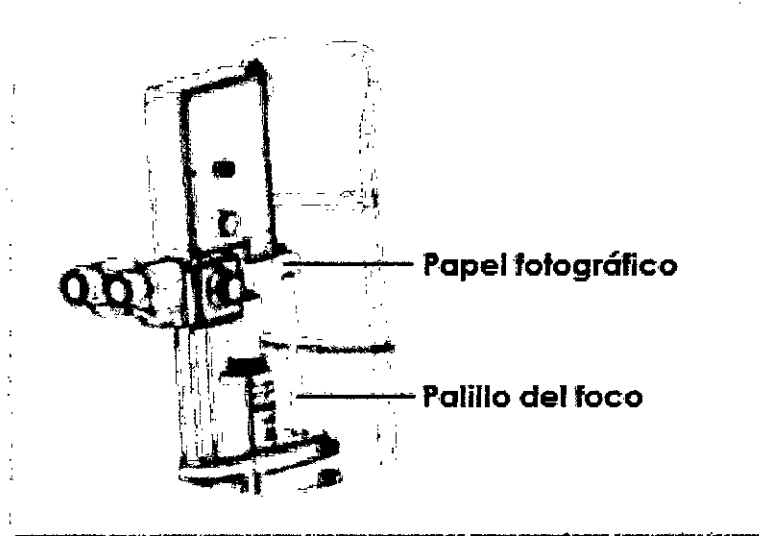

Imagen 9.2: fijación del papel fotográfico a la barra de centrado
- Coloque un pedazo de papel fotográfico en el palillo del foco (Imagen 9.2).